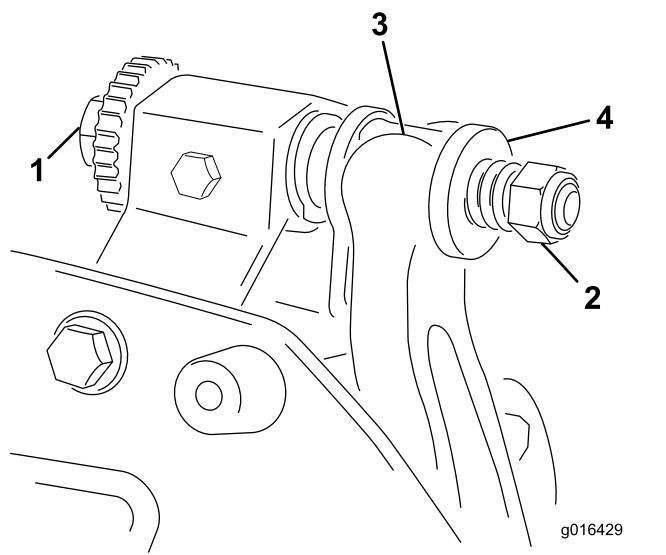

Figura 20
1. Ruotate la vite di regolazione della barra di appoggio in senso antiorario per allontanare la controlama dal cilindro (Figura 20).
2. Allentate il dado di tensione della molla finché la rondella non sarà più in tensione contro la barra di appoggio (Figura 20).
1. Montate la barra di appoggio, posizionando gli attacchi di montaggio tra le rondelle e la vite di regolazione della barra di appoggio (Figura 20).